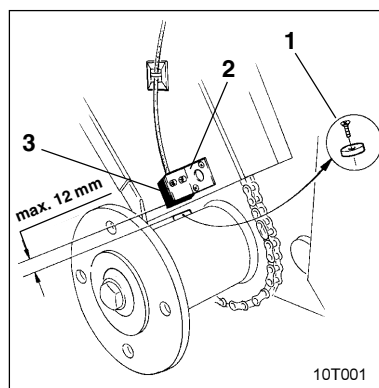

Fig. 9.3
- Magnet (Fig. 9.3/1) auf der Antriebsachse
- Sensorhalter (Fig. 9.3/2, Bestell-Nr.: 950725) mit Sensor "HA" (Fig. 9.3/3) neben dem Magneten (Fig. 9.3/1).